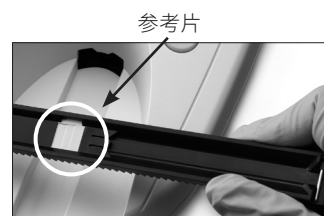

图 13
**重要提示：**在清洁过程中注意请勿损坏灰色参考片（图 13），并在读取试纸条前，确保其完全清洁和干燥。